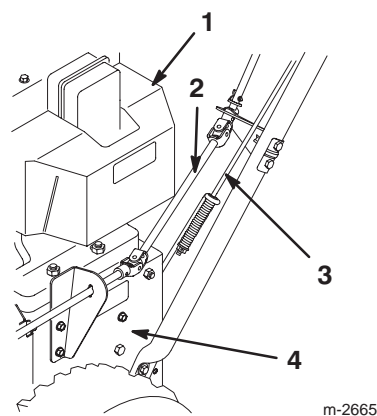

Figure 4
**Important** Vérifiez que l'ensemble de tige d'orientation de l'éjecteur se trouve bien entre le moteur et la tige de traction (Fig. 4).